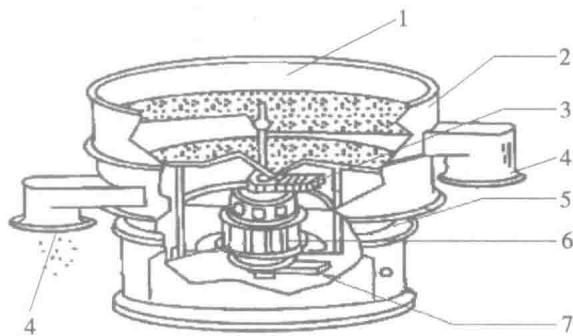

图 1-4 振荡篩分机
(3) 振荡筛分机。由加料口、筛网、出料口、电机、上部重锤、下部重锤等组成。如图 1-4 所示。